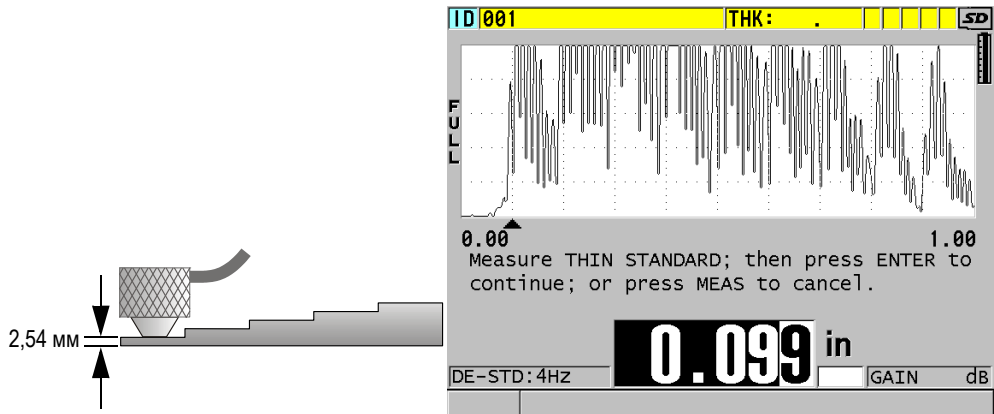

Рис. 5-5 Калибровка нуля на тонкой части 5-ступенчатого тестового образца
2. Калибровка нуля (см. Рис. 5-5 на стр. 77):